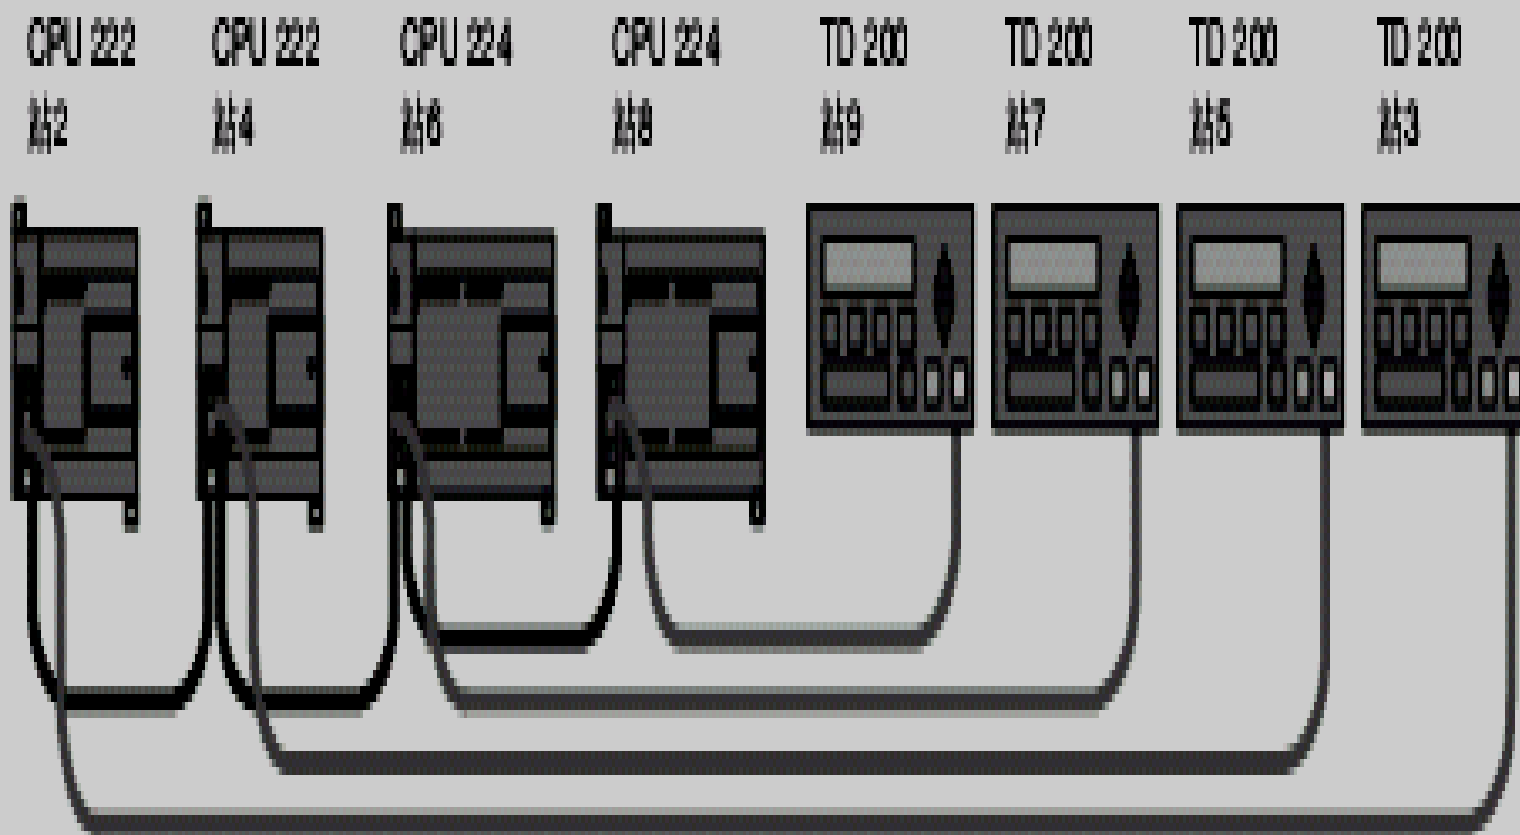

图7-31 令牌传送网络举例
- 图7-31为计算一个多主网络的令牌循环时间给出了一个网络实例。在这个例子中，**TD200（3号站）**与**CPU222（2号站）**通讯；**TD200（5号站）**与**CPU222（4号站）**通讯，以此类推。两个**CPU224**使用网络读写指令从其它**S7--200**采集数据：**CPU224（6号站）**向**2号站、4号站和8号站**发送数据；同时**CPU224（8号站）**向**2号站、4号站和6号站**发送数据。在该网络中，有**6个主站（4个TD200和两个CPU224）**和**两个从站（两个CPU222）**。